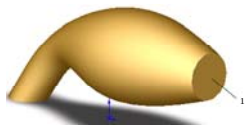

图 4-76 放样特征
9. 放样。单击（放样凸台/基体）按钮，依次选取草图 2、3、1、4 作为放样轮廓。生成放样特征如图 4-76 所示。
10. 抽壳。选取如图 4-76 所示的平面 1 作为抽壳平面，抽壳厚度为 3mm，产生特征如图 4-77 所示。
20. 拉伸凸台。选取如图 4-76 所示的平面 1，单击 (拉伸凸台/基体) 按钮，进入草图绘制模式。绘制草图如图 4-82 草图 11，拉伸高度为 5mm。